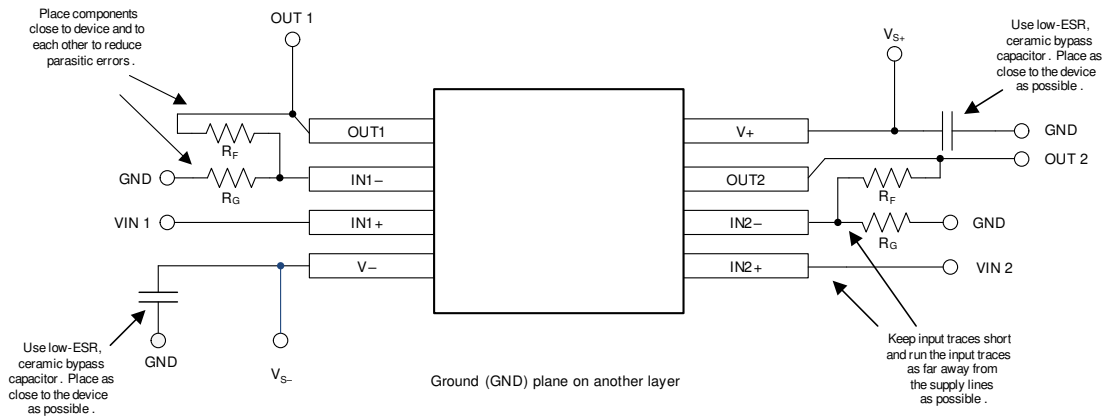

图 8-8. 布局示例
- 外部元件的位置应尽量靠近器件，如 图 8-8 中所示。使 R_F 和 R_G 接近反相输入可最大限度地减小寄生电容。